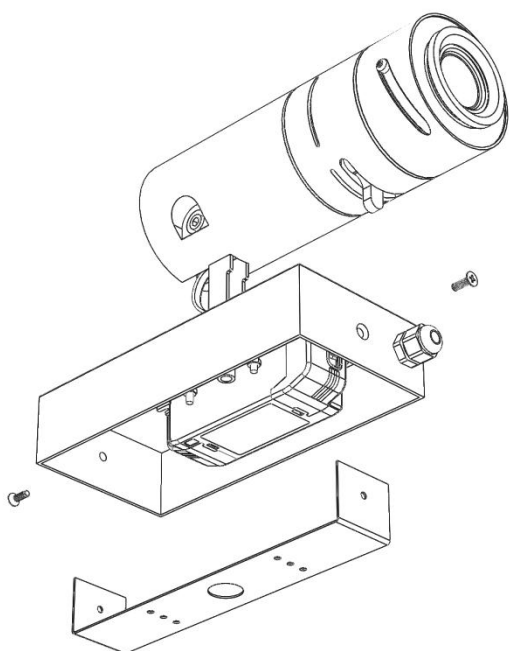

Fig. 2
1. Svitare le due viti poste ai lati della base del proiettore. (Fig.2)